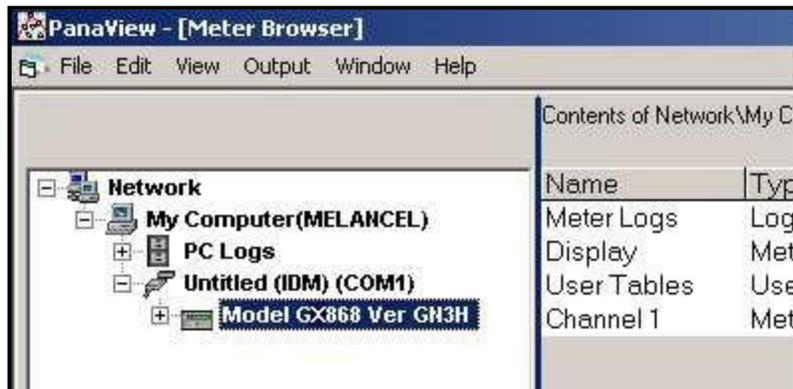

Figura 23: Árvore de rede atualizada
Se a inicialização for bem-sucedida, o Navegador do medidor mostrará uma lista similar à da Figura 23 a seguir.
1. Selecione o medidor (como mostrado na Figura 23 na página 85).